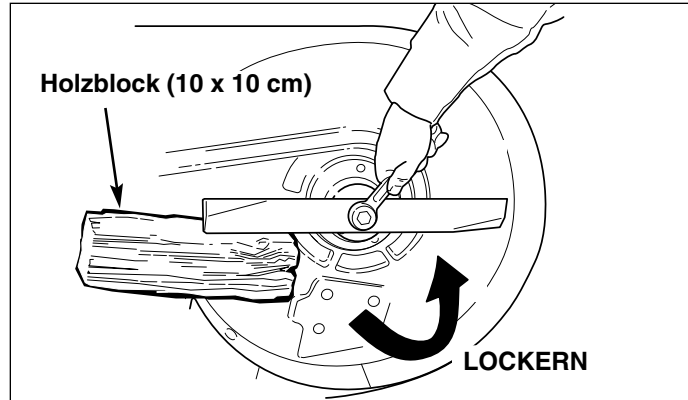

Abb. 19. Demontage des Messers
2. Siehe Abb. 19. Um das Messer zum Schleifen zu entfernen, Messer während des Lösen der Messerhaltungs-Kopfschraube mit Holzblock halten, damit sich das Messer nicht drehen kann.